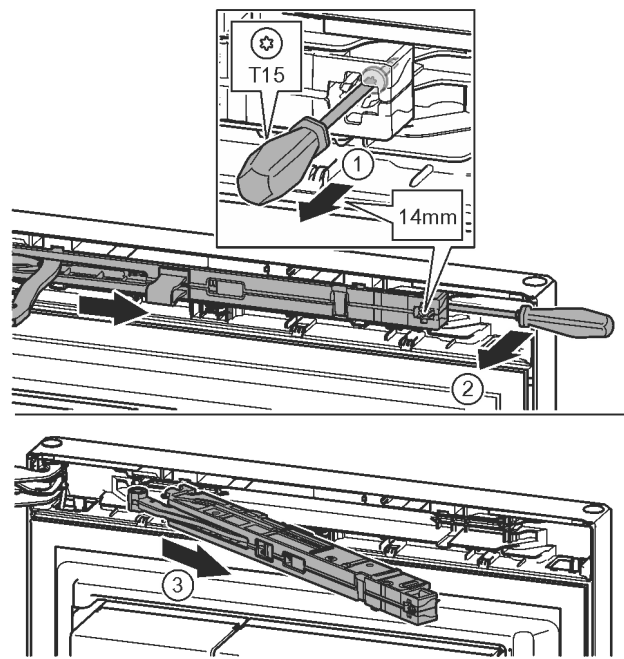

Fig. 12
- ▶ Schroef op de sluitdempereenheid met schroevendraaier T15 ca. 14 mm losdraaien. *Fig. 12 (1)*
- ▶ Een schroevendraaier aan de kant van de handgreep achter de sluitdempereenheid plaatsen en naar voren draaien. *Fig. 12 (2)*
- ▶ Sluitdempereenheid eruit trekken. *Fig. 12 (3)*